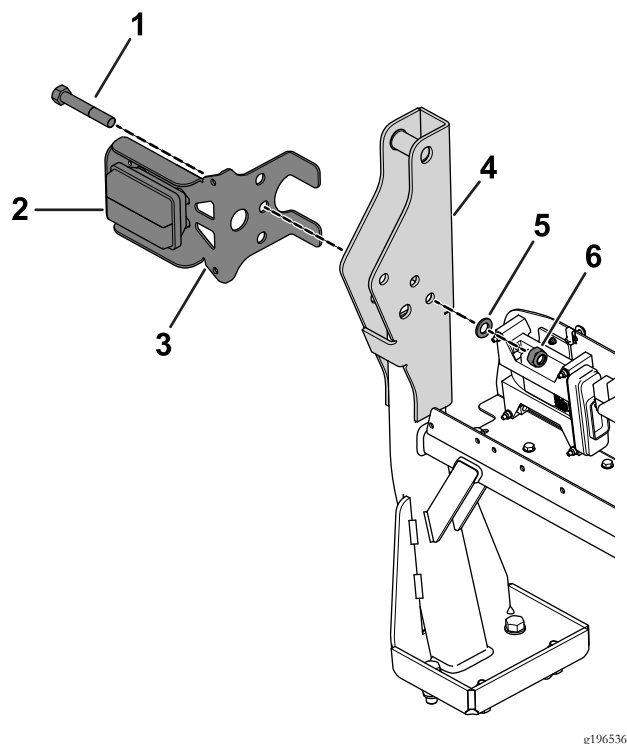

Figura 3
1. Piastra 2. Bullone (4)
6. Allineate il foro indicato nella staffa della luce posteriore sinistra con il foro nel roll bar e inserite il nuovo bullone (M16 x 110 mm) utilizzando le rondelle preesistenti (Figura 2 o Figura 3).